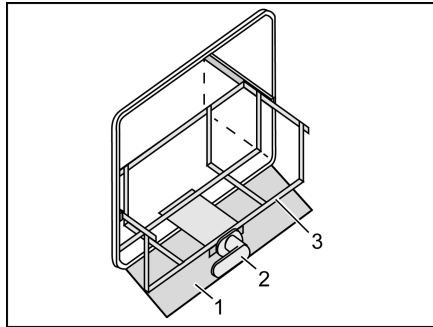

Bild 140 Gaskasten
- Wenn ein Schutzblech vorhanden ist, das Schutzblech (Bild 140,1) nach unten klappen.
- Den Schlitten (Bild 140,3) über den Griff (Bild 140,2) entriegeln.
- Schlitten (Bild 140,3) bis zum Anschlag herausziehen.
- Griff (Bild 140,2) zurückdrehen.
- Schlitten (Bild 140,3) bis zum Anschlag einschieben und Griff (Bild 140,2) zurückdrehen.
- Wenn ein Schutzblech vorhanden ist, das Schutzblech (Bild 140,1) nach oben klappen.